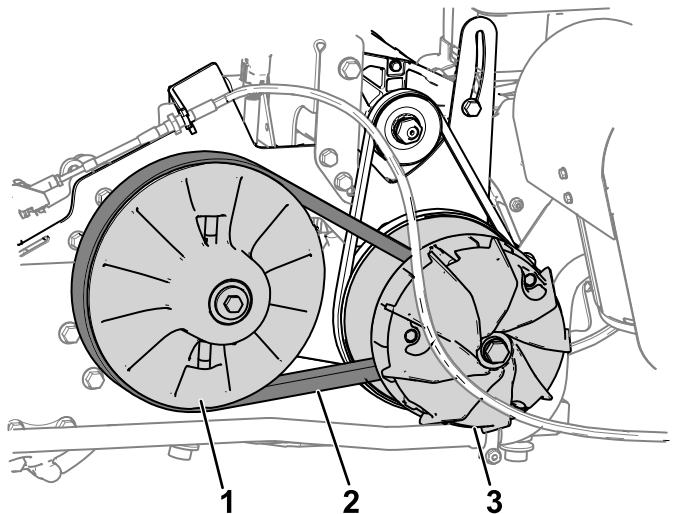

Figure 56
2. Faites tourner la courroie et faites-la passer sur l'embrayage secondaire (Figure 56).
3. Enlevez la courroie de l'embrayage primaire (Figure 56).